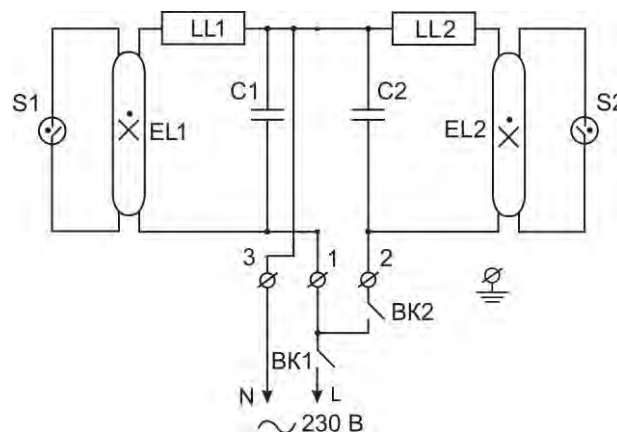

Рис. 2 Схема электрическая принципиальная облучателя
7.4. Подсоединить облучатель к сети через кабельные вводы в соответствии с электрической схемой (см. рис. 2). Заземляющий провод желто-зеленого цвета подсоединять на клемму обозначенную знаком защитного заземления. Выключатель ВК-1 для экранированной лампы и выключатель ВК-2 для открытой лампы устанавливаются вне обеззараживаемого помещения.